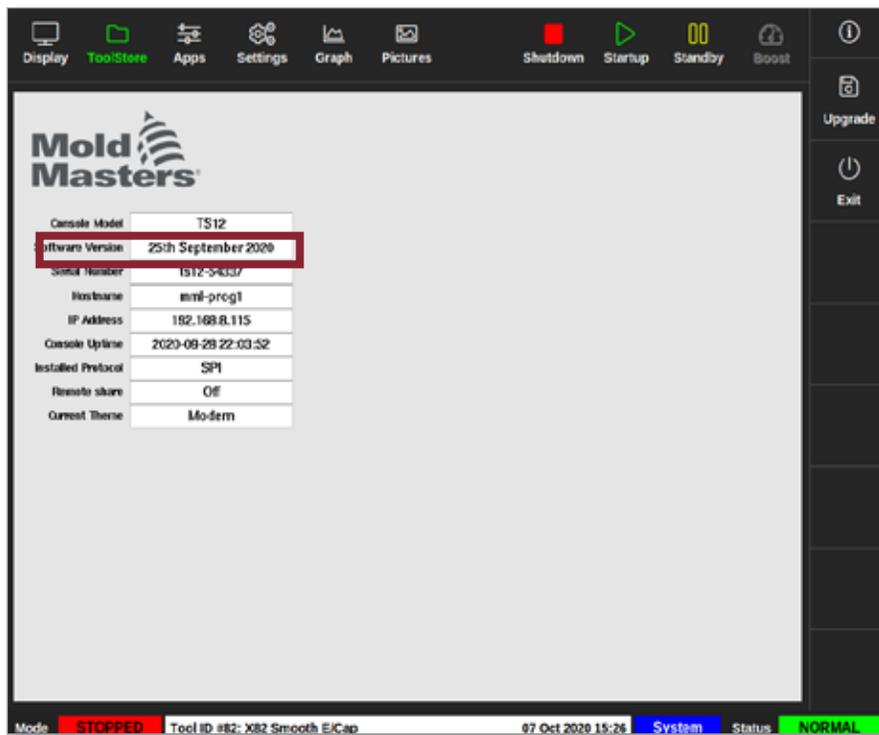

Figura 8-1 Controllo della versione del software
- Controllare la schermata per verificare che sia stata installata la versione più recente. Vedere la Figura 8-1.